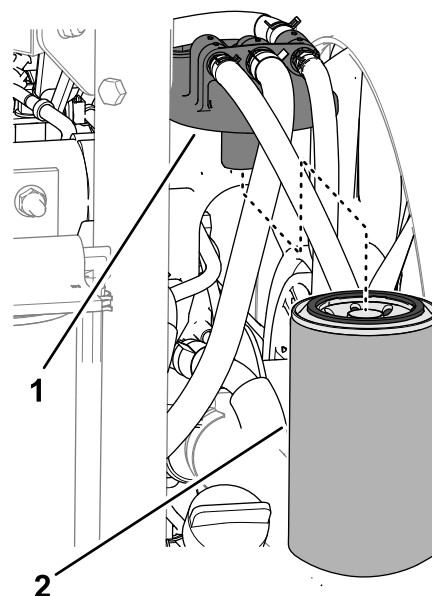

Figure 121
3. Déposez le filtre et nettoyez la surface de montage de la tête du filtre (Figure 121).
2. Nettoyez la surface autour de la tête du filtre à carburant (Figure 121).